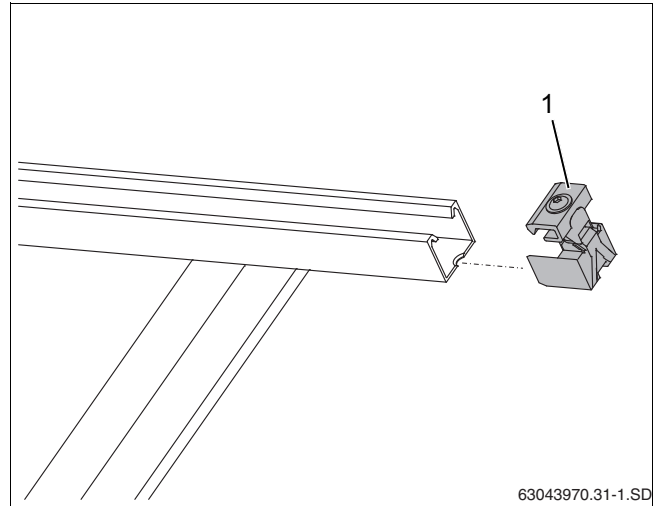

Рис. 44 Установка одностороннего зажима
- ▶ Вставьте односторонние зажимы (рис. 44, [1]) в профильные рейки на правой стороне поля коллекторов до фиксации их в первом продольном отверстии профильной рейки.